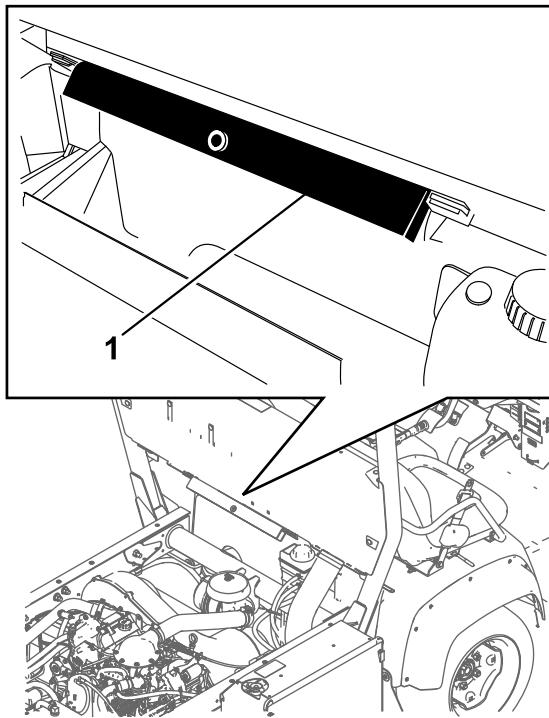

図 1
B. ROPS パネルの後ろについている保管用ブラケットから荷台サポート安全サポートを取り外す図 1。